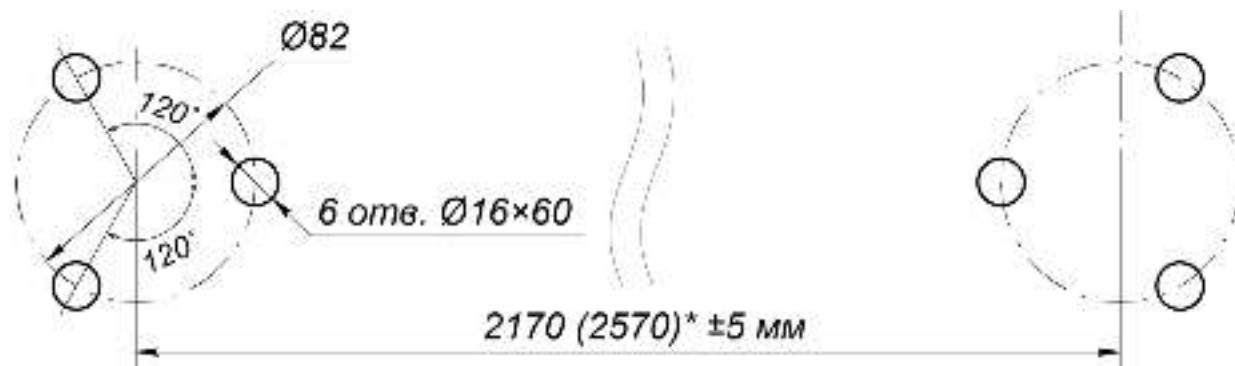

Рисунок 17. Схема разметки отверстий для установки двойной распашной секции ограждения с магнитным УБ¹
2. Разметьте и просверлите отверстия на установочной поверхности под анкеры M10 в соответствии со схемой разметки (рис. 17). Сначала размечаются центры установки стоек секции ограждения, затем от них размечаются точки крепления стоек, допускается использование в качестве шаблона непосредственно самих фланцев стоек.